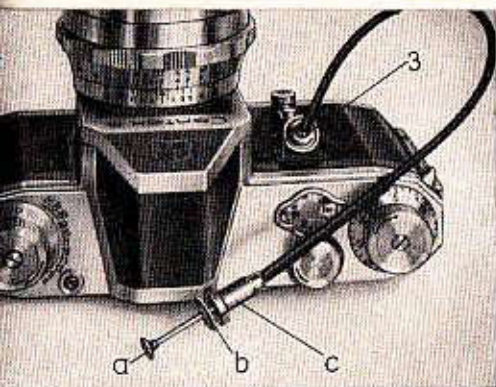

Abb. 4
Für längere Zeitaufnahmen verwendet man einen Spezialdrahtauslöser, der in das Gewinde im Auslöseknopf (3) eingeschraubt wird (Abb. 4). Stellt man den Verschuß auf „B“ ein und löst durch Drücken auf den Knopf (a) aus, so bleibt der Verschuß so lange offen, bis die Platte (b) niedergedrückt wird. Für kurze Zeitaufnahmen oder Momentaufnahmen wird die Platte (b) an den Hals (c) gedrückt und durch Rechtsdrehung verriegelt. Dadurch wird die Arretierungsvorrichtung unwirksam.